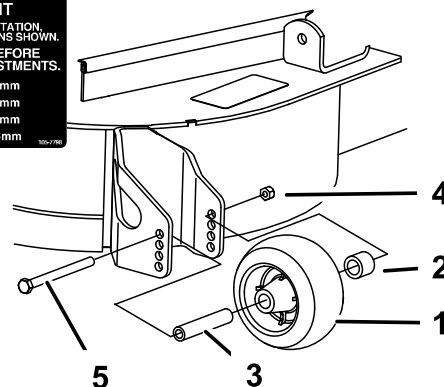
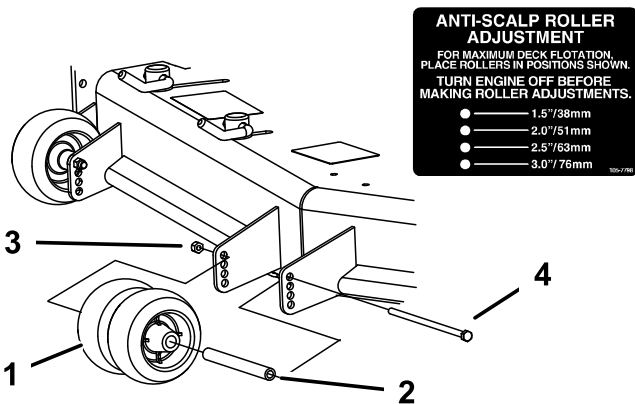

Figura 32
Figura 31
3. Ajuste los rodillos protectores del césped, tal y como se muestra en la Figura 30, la Figura 31 y la Figura 32.